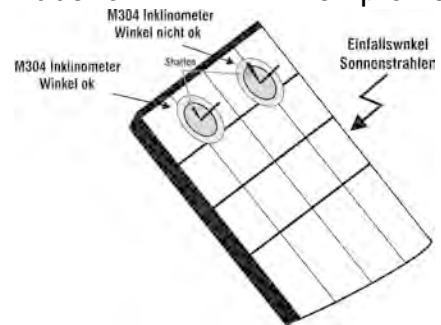

Abb. 7b: Positionierung des Inclinometers M304
16. Stellen Sie den mitgelieferten Neigungsmesser M304 auf die PV Moduloberfläche. **Überprüfen Sie, ob der Schatten des Messstabs “nicht über den Rand des auf dem Neigungsmesser eingezeichneten Kreises hinausragt“ (Abb. 7b).** Der Einfallswinkel der Sonnenstrahlen auf die PV Moduloberfläche würde sonst zu flach sein und nicht den normgerechten Testbedingungen der Solarmodul-Hersteller entsprechen. In diesem Fall